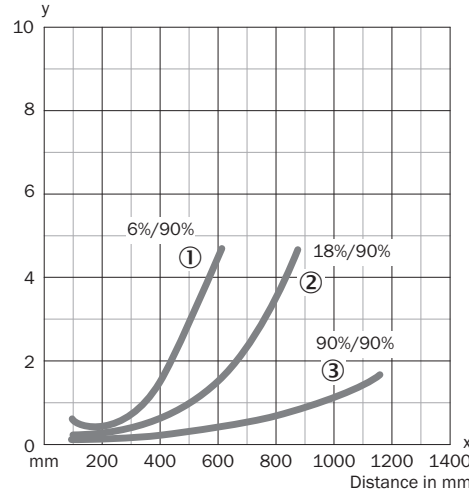
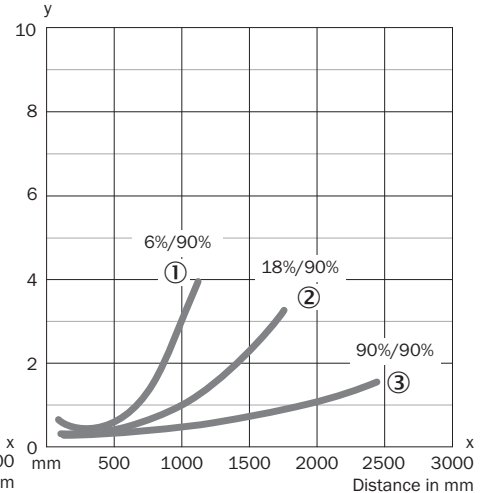

Рисунок 78: WT24-2Xx4x, -2Xx5x
Рисунок 79: WT24-2Xx1x, -2Xx2x
Проверить условия применения: скорректировать расстояние срабатывания и дистанцию до объекта / фона, а также яркость объекта с помощью соответствующей диаграммы см. [рисунок 78 и рисунок 79] (x = расстояние срабатывания, y = контролируемая зона между установленным расстоянием срабатывания и подавлением заднего фона в % расстояния срабатывания (коэффициент диффузного отражения объекта / коэффициент диффузного отражения фона)). Коэффициент диффузного отражения: 6 % =
Минимальную дистанцию (= y) для затемнения фона можно определить по диаграмме [рисунок 78 ①] следующим образом: